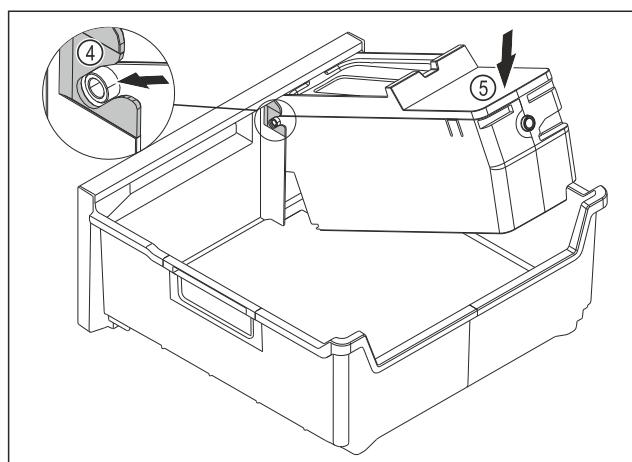

Fig. 134
- Монтаж на корпуса на EasyTwist-Ice: Вкарайте осите на корпуса на EasyTwist-Ice във водачите Fig. 134 (4).
- Натиснете надолу корпуса на EasyTwist-Ice Fig. 134 (5) отзад.